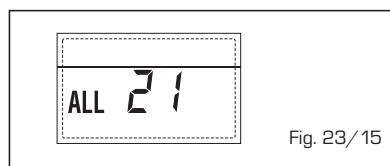

Fig. 23/15
- **INTERVENÇÃO TERMÓSTATO DE SEGURANÇA SEGUNDA ZONA MISTURADA "ALL 22" (fig. 23/16)**